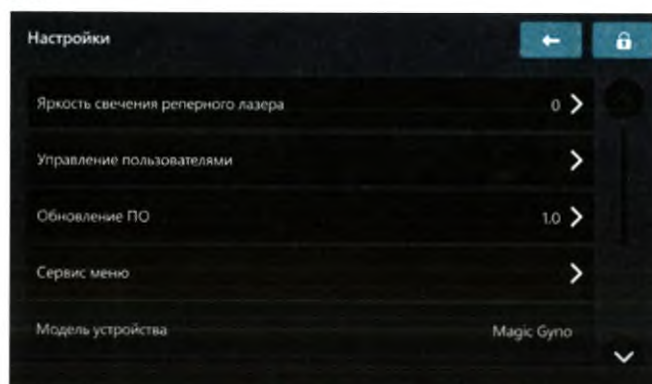

Рис.13.1 – Обновление ПО
13.6 Выберите пункт меню настроек «Обновление ПО» и введите код «2014» как показано на рис.13.1.